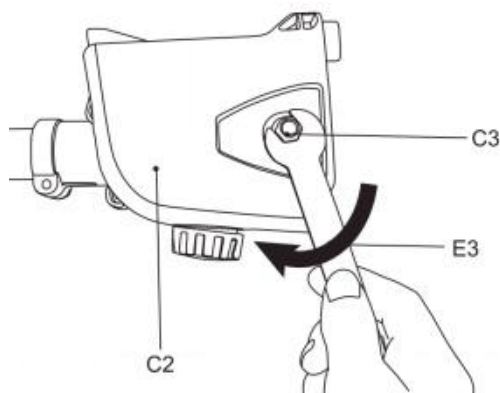

Fig. 12
8) Remettez le couvercle (C2) en place, en insérant d'abord l'arrière puis l'avant, et assurez-vous que la goupille est bien positionnée. Serrez légèrement l'écrou restant (C3) à l'aide de la clé de montage (E3) (Fig. 12). Ne serrez pas complètement les écrous, car la tension de la chaîne de la scie doit être ajustée au préalable.